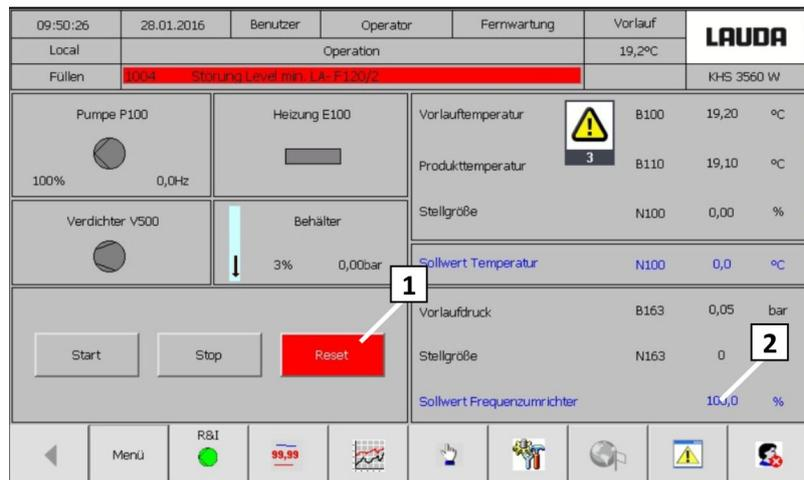

Fig. 31: Pantalla Funcionamiento
**17.** Pulsar el valor nominal/convertidor de frecuencia (Fig. 31 [2])